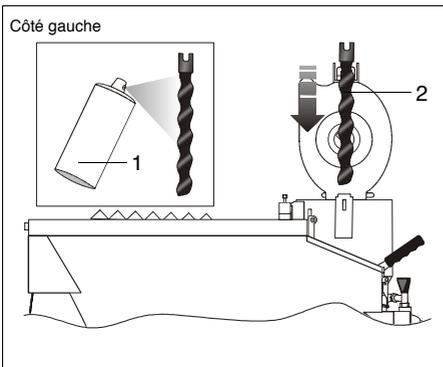

FIG.16 (Introduction rotor dans le stator)
- 4) Projeter sur le rotor (FIG. 16 - Réf. 2) le liquide "Antigrip" (FIG. 16 - Réf. 2) fourni en dotation (v. par. 4.2);
- 5) Introduire manuellement le rotor (FIG. 16 - Réf. 2), à travers la chambre de mélange, dans le stator et le centrer sur la cavité du même;